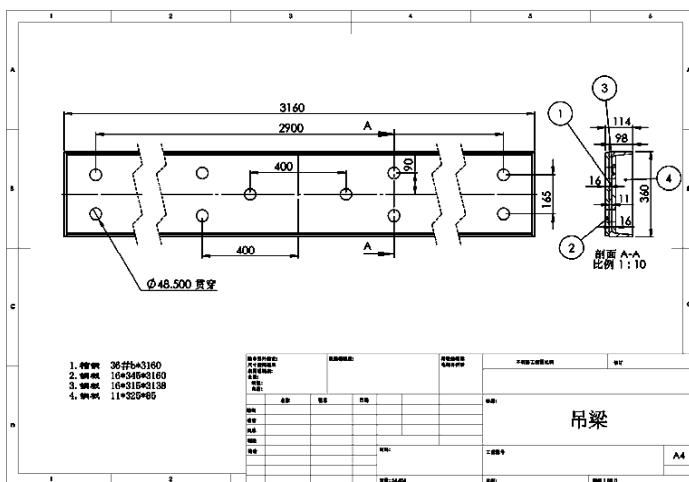

图 7-49 为视图添加自动零件序号效果
STEP 7 单击“注解”工具栏的“自动零件序号”按钮, 单击右侧剖面视图, 系统自动为其添加零件序号, 然后单击“注解”工具栏的“注释”按钮, 在视图的左下角添加关于零件各组成部分材质的说明性信息即可, 如图 7-49 所示。